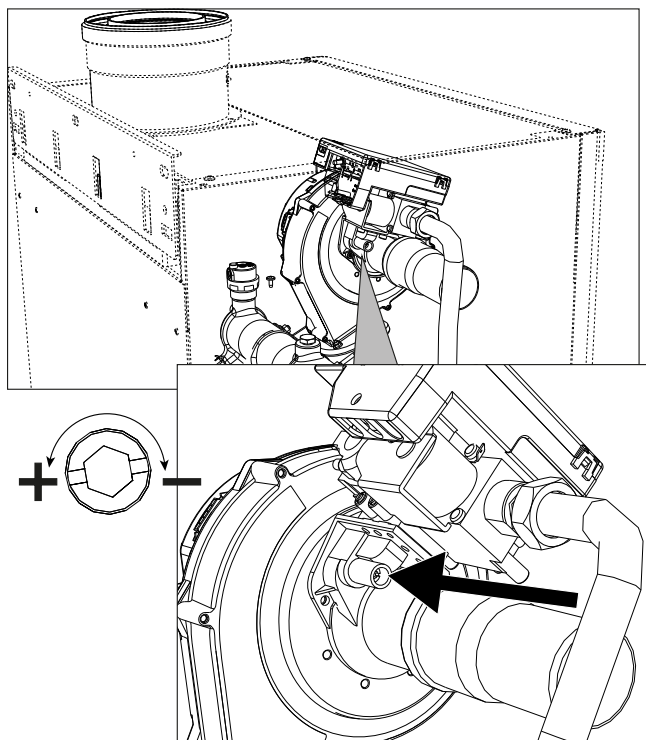
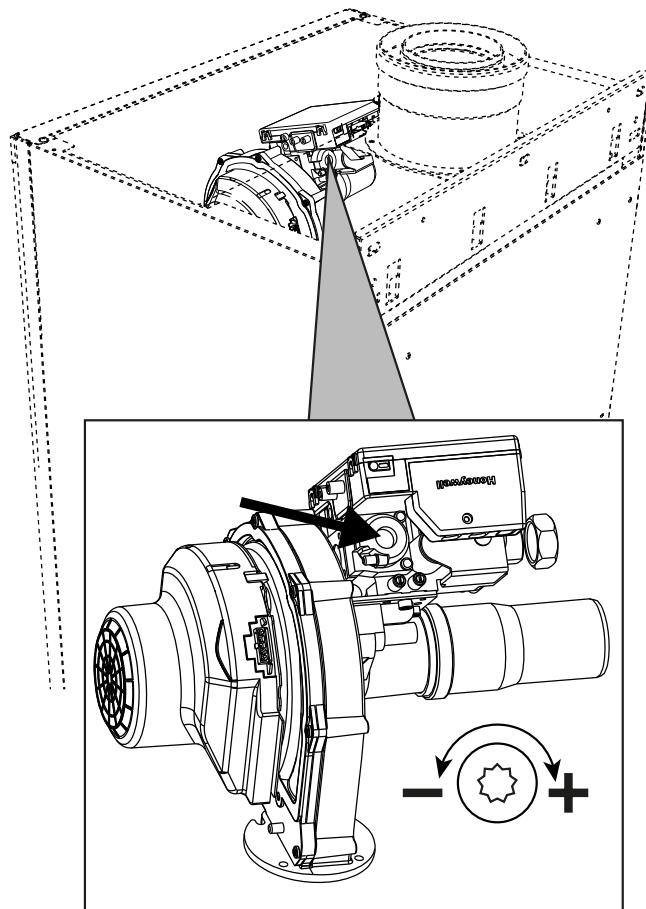
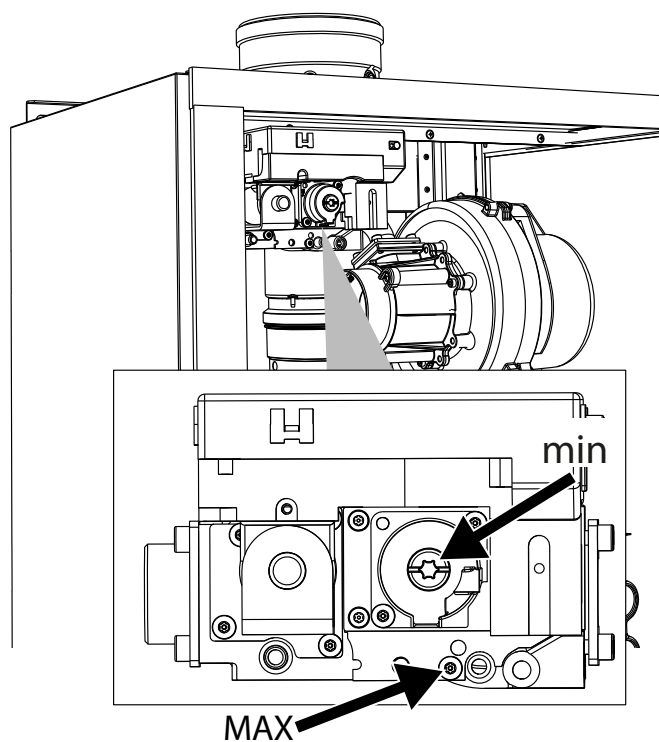

рис. 70- Максимальная регулировка моделей W 60 и W 80
рис. 71- Минимальная регулировка моделей W 60 и W 80
рис. 72- Максимальная и минимальная регулировка моделей W 99, W 120 и W 150
- Если значения отличаются от указанных, отрегулируйте CO₂ с помощью винта регулировки максимального значения до указанных значений CO₂. См. **рис. 70** для моделей **W 60** и **W 80** или **рис. 72** для моделей **W 99**, **W 120** и **W 150**.
- Если значения CO₂ отличаются от указанных, осторожно отрегулируйте винт минимального сдвига «OFFSET», проверяя правильность значения CO₂. См. **рис. 71** для моделей **W 60** и **W 80** или **рис. 72** для моделей **W 99**, **W 120** и **W 150**.